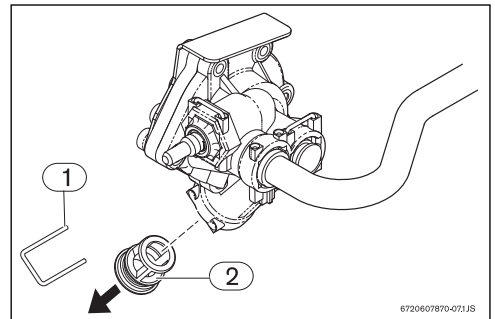

Fig. 9 Purga
- ▶ Retirar o freio de fixação do casquilho do filtro (Fig.9, [1]) situado no automático de água.
- ▶ Retirar o casquilho do filtro (Fig.9, [2]) do automático de água.